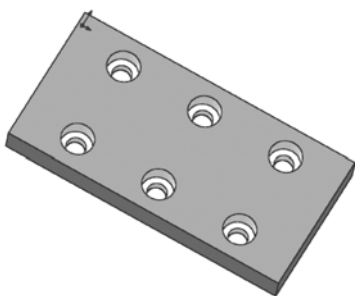

图 5-110 添加孔
- (8) 单击“孔规格”属性管理器中的（确定）按钮，添加的孔如图 5-110 所示。